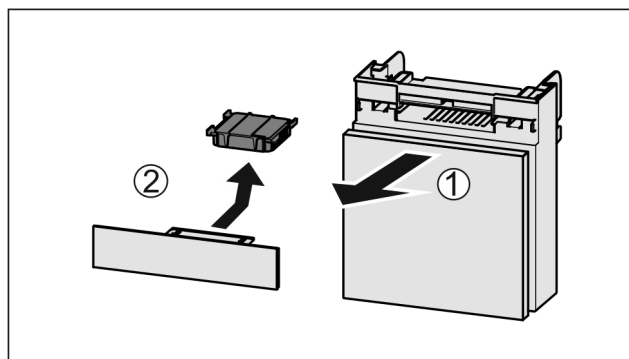

Fig. 122
- ▶ Zásuvku vytáhněte dopředu Fig. 122 (1).
- ▶ Filtr s aktivním uhlím vyjměte Fig. 122 (2).